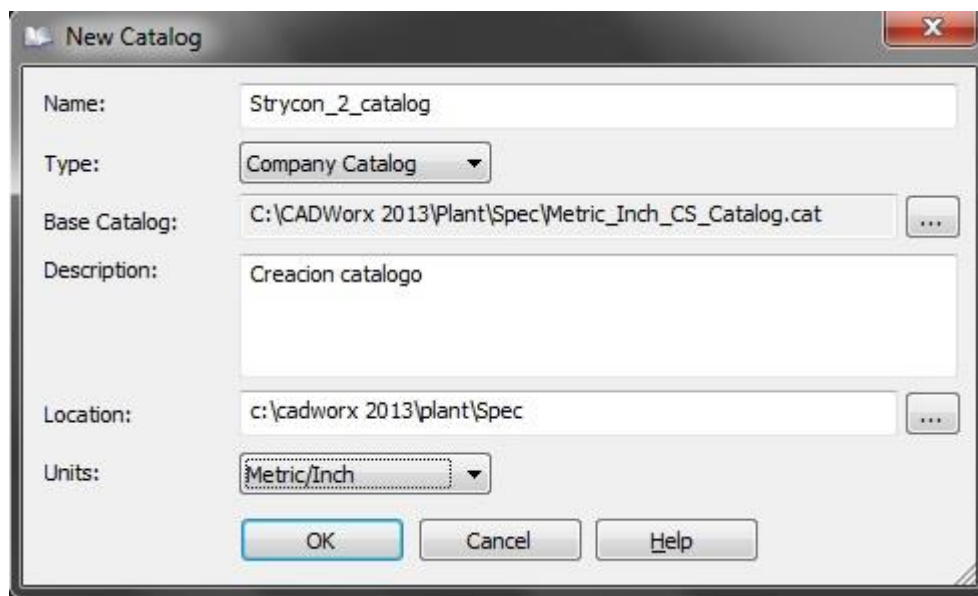

Figura 5. New catalog
- Haga clic en "New Project", aparece un cuadro de diálogo, ver figura 5.